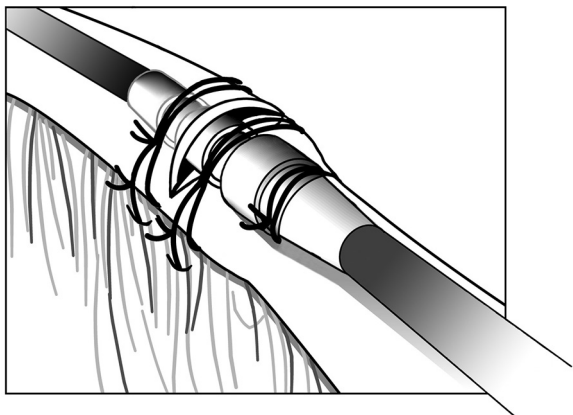

Figure 11. Exemple de manchon de suture, technique d'incision veineuse
- c. En utilisant le même sillon, fixer la sonde et la veine sur le fascia adjacent (Figure 11 Exemple de manchon de suture, technique d'incision veineuse en page 35).